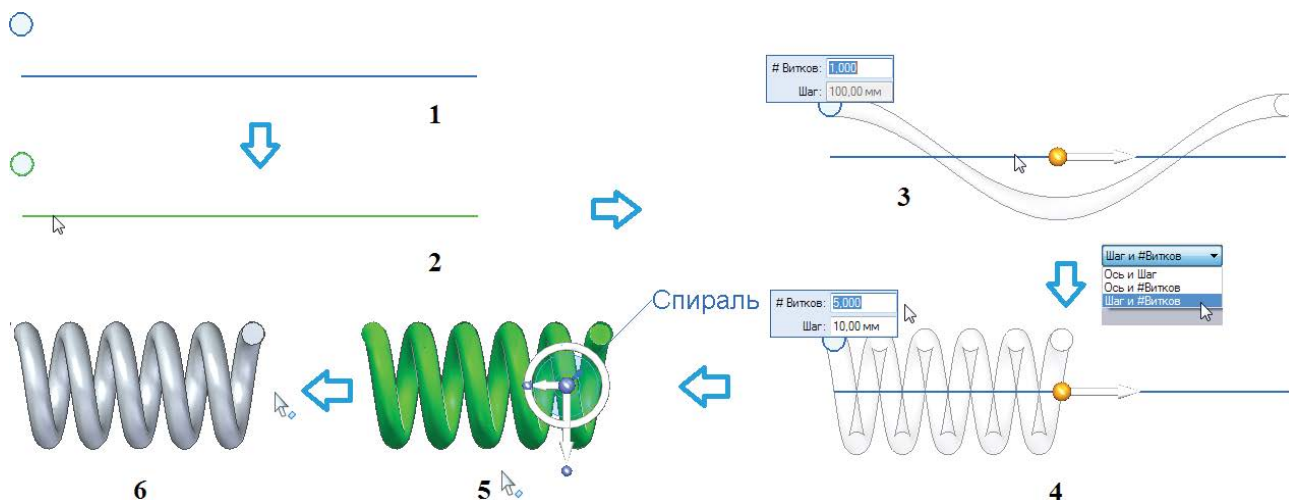

Рис. 2.3.28. Пример построения спирали
На рис. 2.3.28 представлено построение пружины круглого сечения с указанием числа витков и шага между ними. После построения спирали ее числовые параметры и профили можно отредактировать, выделив спираль и щелкнув ЛКМ по ее текстовому маркеру (5).